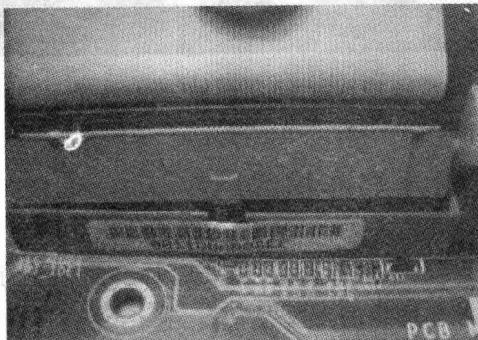
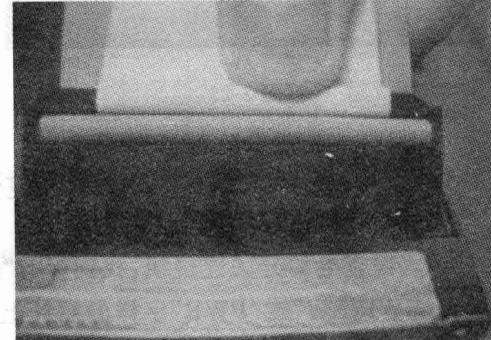

图 2-25
图 2-26
3. 将 IDE 数据线在主板上的 IDE 口上插好(一般是 IDE1),如图 2-25 所示,注意将数据线接头上一侧的突出块对准 IDE 接口的缺口,这样才能正确地插入,然后再用同样的方法将其插紧在硬盘 IDE 接口中,如图 2-26 所示。最后再将 ATX 电源上的扁平电源线接头在硬盘的电源插座上插好即可(电源插头的红线紧靠 IDE 数据线的红线),如图 2-27 所示。